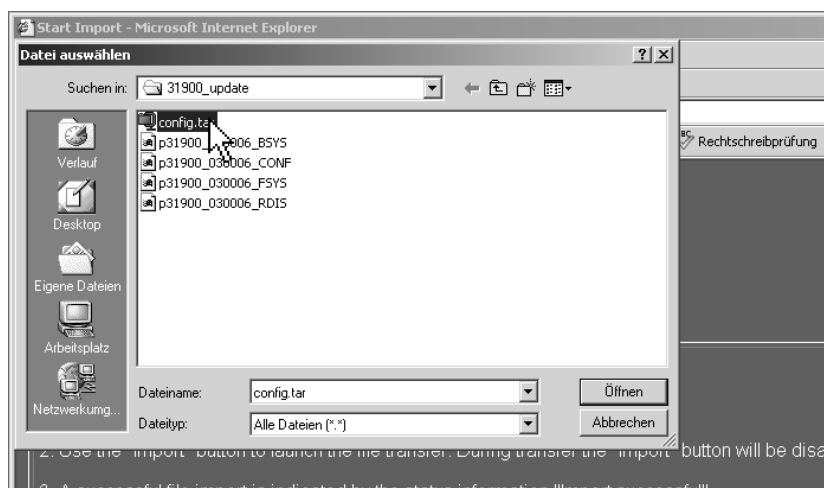

Bild 8-22: Dialog zum Auswählen der Import-Datei („config.tar.gz“)
4. Wählen Sie über den jetzt angezeigten Dialog das Verzeichnis (z. B.: „C:\31900_update“) aus, in dem Sie die Datei „config.tar.gz“ mit den Anwendereinstellungen abgelegt haben. Klicken Sie diese Datei an und klicken Sie anschließend auf „Öffnen“ (siehe Bild 8-22).